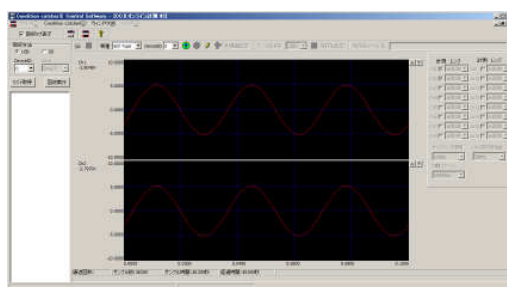

図 27. オンライン計測停止画面
- ⑦ 計測中に波形表示のX軸係数を変更することが可能です。波形表示枠右上の   ボタンで操作してください。
- ⑧ 『オンライン計測停止』ボタン  をクリックすると計測を停止し、波形表示をフリーズします。(図 27)
- ⑩ 図 27 の状態から計測条件等を変更するには『波形消去・設定変更』ボタン  をクリックしてください。各種設定の変更が可能となります。